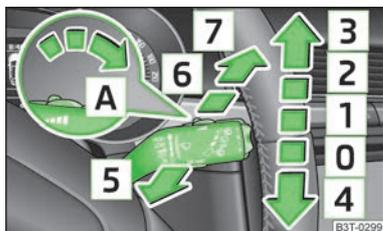

Abb. 47
- Ist das langsame **2** » Abb. 47 auf Seite 62 oder schnelle **3** Wischen eingeschaltet und die Geschwindigkeit des Fahrzeugs sinkt unter 4 km/h, wird automatisch in eine niedrigere Wischstufe geschaltet. Bei der Geschwindigkeitserhöhung über 8 km/h wird das vorherige Wischen wieder hergestellt.
- Möchte man die Frontscheibe nur **kurz** wischen, den Hebel in die gefederte Stellung **4** » Abb. 47 drücken. Wird der Hebel in der unteren Stellung für länger als 1 Sekunde gehalten, dann wischt der Wischer schneller.
- Den Hebel nach oben in Stellung **1** » Abb. 47 stellen.
- Den Hebel nach oben in Stellung **2** » Abb. 47 stellen.
- Den Hebel nach oben in Stellung **3** » Abb. 47 stellen.
- Den Hebel zum Lenkrad in die gefederte Position **5** » Abb. 47 ziehen, die Waschanlage arbeitet sofort, die Scheibenwischer wischen etwas später. Bei einer Geschwindigkeit über 120 km/h arbeiten Waschanlage und Scheibenwischer gleichzeitig.
- Den Hebel in Stellung **1** » Abb. 47 stellen.
- Den Hebel vom Lenkrad weg in Stellung **6** » Abb. 47 drücken, der Scheibenwischer wischt alle 6 Sekunden.
- Den Hebel vom Lenkrad ganz nach vorn in die gefederte Position **7** » Abb. 47 drücken, die Waschanlage arbeitet sofort, der Scheibenwischer wischt etwas später. Solange der Hebel in dieser Position gehalten wird, arbeitet der Wischer sowie die Waschanlage.
- › Den Hebel in die Grundstellung [0] » Abb. 47 zurückstellen.
Befindet sich der Scheibenwischerhebel in der Stellung [2] » Abb. 47 auf Seite 62 bzw. [3], kommt es bei einer Geschwindigkeit von mehr als 5 km/h alle 30 Sekunden bzw. 10 Sekunden zu einem Wischvorgang der Heckscheibe.
- › Fünfmal hintereinander innerhalb von 5 Sekunden den Bedienungshebel in Stellung [6] » Abb. 47 auf Seite 62 drücken.
Zum Reinigen der Scheinwerfer kommt es nach dem ersten und nach jedem fünften Bespritzen der Frontscheibe, wenn das Abblend- oder Fernlicht eingeschaltet ist und der Scheibenwischerhebel ca. 1 Sekunde in der Position [5] » Abb. 47 auf Seite 62 gehalten wurde.
- › Danach innerhalb von 10 Sekunden den Scheibenwischerhebel in die Position » Abb. 47 auf Seite 62 drücken - die Wischerarme fahren in die Servicestellung.
- › Die Zündung einschalten und den Scheibenwischerhebel in Stellung » Abb. 47 auf Seite 62 drücken, die Scheibenwischerarme fahren in die Grundstellung.